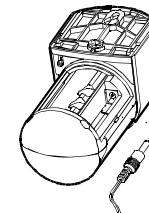

Fig. 10
2. Steek de DC-stekker van de adapter in de contrastekker van de sensor. Fig. 10.